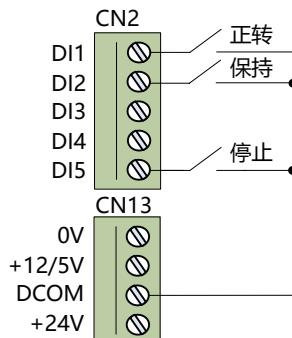

图 5-3 端子保持模式 (正转)
- 当参数 n0.09 命令源选择设置为 2 时, 为端子保持模式, 正反转启动信号由两个数字输入端给出, 如设置 DI1 为正转 (n7.00=1), DI2 为保持端子 (n7.01=7), 接线方法如图 5-3 所示。